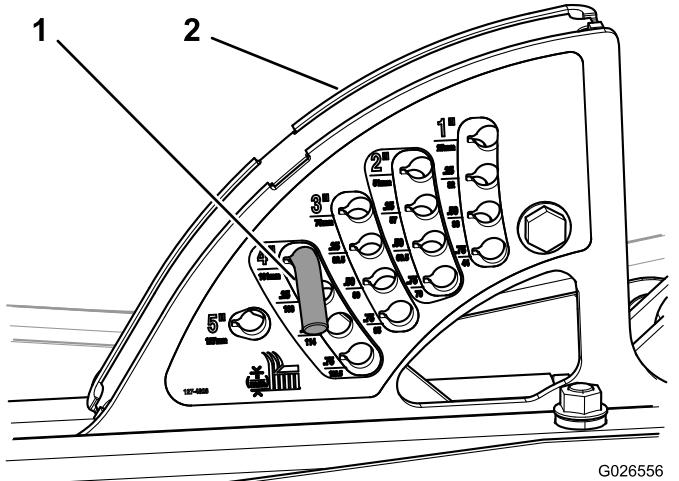

図 41
1. 希望の刈高に合わせて、刈高ブラケットに刈高ピンを取りつける図 41。